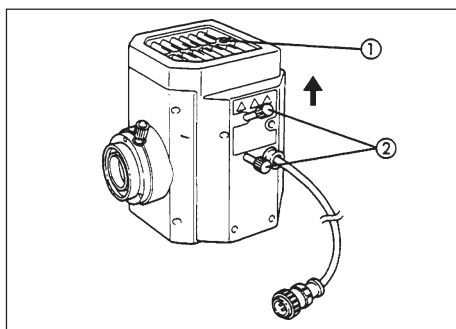
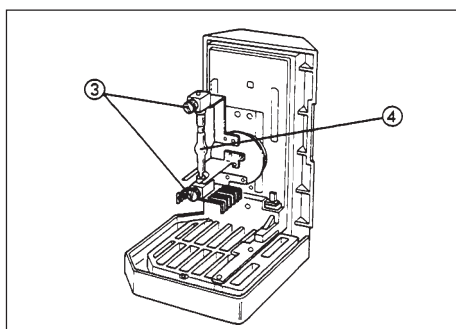

Fig. 3
Fig. 4
1. Desserrer la vis de fixation de l'embase de la lampe ① à l'aide de la clé Allen fournie. (Fig. 3)
- ★ Ne pas retenir la molette de centrage ② au risque d'occasionner un dysfonctionnement.
3. Retourner l'embase sens dessus dessous tel qu'illustré à la Fig. 4.
- ⊙ Desserrer les deux vis de fixation ③ de la lampe pour déposer la broche de transport lors de la toute première utilisation de l'unité ou pour déposer la lampe usagée en vue de la remplacer par une nouvelle. (Fig. 4)
4. Introduire fermement le pôle + de la lampe à mercure spécifiée ④ dans l'encoche supérieure et le pôle - dans l'encoche inférieure. (Fig. 4)
5. Réinstaller l'embase équipée de la nouvelle lampe et serrer la vis de fixation ① de l'embase de la lampe.